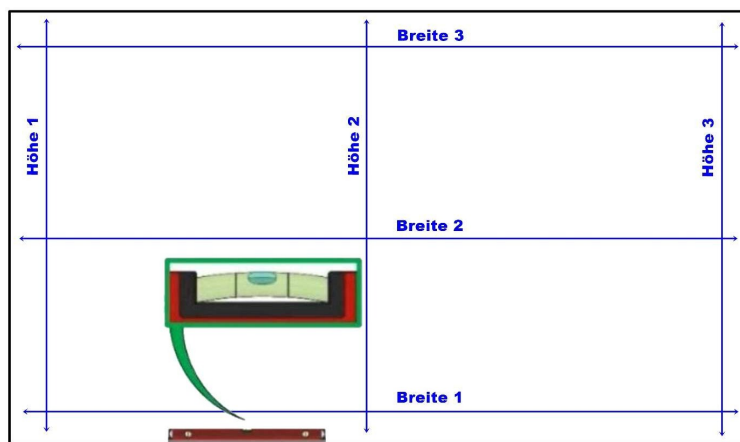

Abbildung 1: Messstellen für Breite und Höhe
- Ermitteln Sie das lichte Maß der Öffnung in Millimetern. Messen Sie dazu die Breite und Höhe der Öffnung gemäß Abbildung 1.